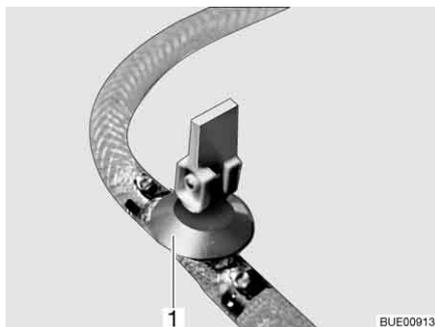
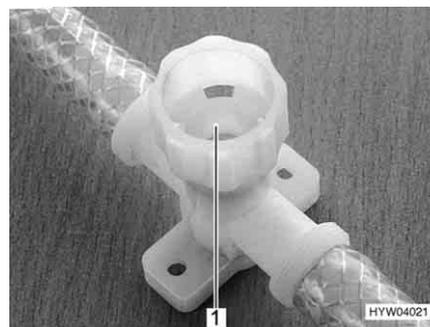

Bild 243 Ablasshahn (mit Kipphebel)
Bild 244 Ablasshahn (mit Drehkappe)
- Alle Ablasshähne öffnen. Dazu den Kipphebel des Ablasshahns (Bild 243, 1) senkrecht stellen oder die Kappe des Ablasshahns (Bild 244, 1) entgegen dem Uhrzeigersinn drehen.